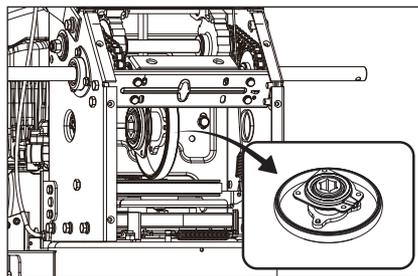

Figure 69
- Retirez le disque de friction. (Fig. 69)